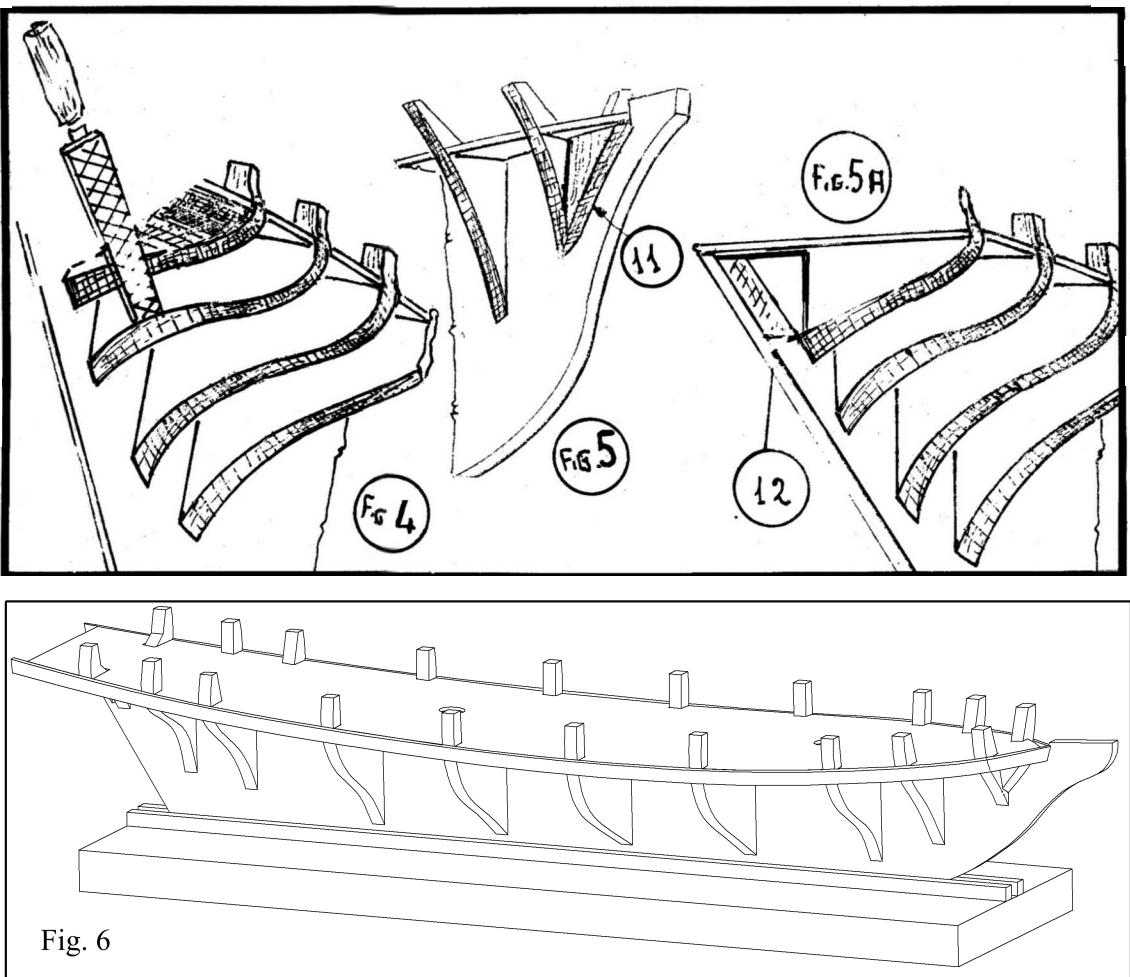
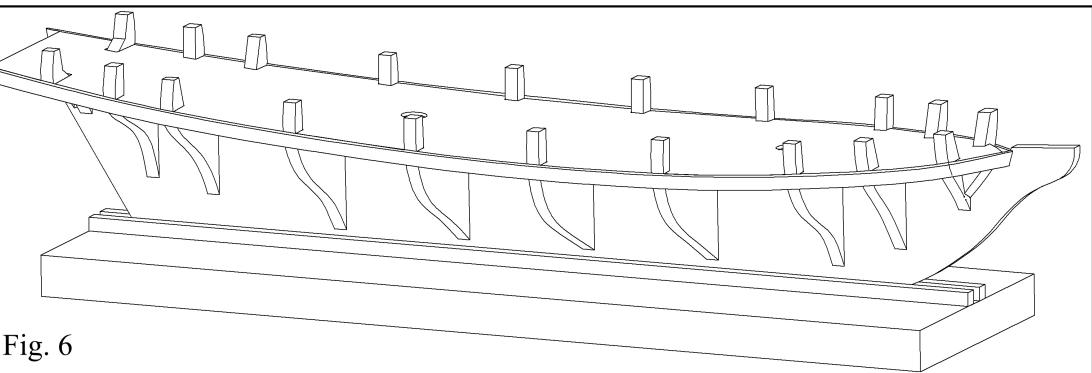

Fig. 4
Fig. 5
3) Aggiustare le ordinate di prua e i relativi appoggi 11 asportando lo spigolo anteriore delle ordinate, senza però toccare il profilo originale corrispondente allo spigolo posteriore fig. 4. Ripetere lo stesso lavoro sulle ordinate di poppa: ora è lo spigolo posteriore che va asportato, tenendo presente che la parte bassa delle ordinate è smussata in maniera accentuata fig. 5. Contrallare il corretto andamento delle linee del fasciame appoggiano un listello sullo scafo in diverse posizioni. Il fasciame è costituito da due strati di listello: il primo di legno teñera, spesso 1,5x4mm. Il secondo strato è formato da listelli più stretti e sottili, di legno pregiato 0,5x4mm. Prima di venire messi in opera i listelli vanno lasciati a bagno per circa mezz'ora al fine di renderli flessibili, vengono poi montati uno per volta alternativamente su un fianco e sull'altro della struttura, così da non provocare deformazioni dello scafo dovute alla tensione dei listelli man mano che si asciugano. Oltre che sulle ordinate, i listelli vanno incollati tra loro e fermati con chiodini piantati solo in parte, in modo da poterli togliere a fasciatura ultimata. Prima di incollare un listello contrallare, appoggiandolo sulle ordinate, che l'andamento sia regolare: può accadere che qualche ordinata "marchi" o sia abbondante. Nei primo caso correggere inserendo sotto il listello dei pezzetti di listello sottile, in caso contrario, ritoccare l'ordinata.
3) Ajuster les couples de proue et les appuis relatifs 11 enlevant l'arête postérieure des couples, sans toutefois toucher le profil original correspondant à l'arête postérieure (fig.4). Repeter la même opération sur les couples de poupe: maintenant c'est l'arête postérieure qui doit être enlevée, tenant compte que la partie basse des couples est arrondie d'une façon accentuée fig.5. Contrôler que les lignes du bord soient correctes appuyant une latte sur la coque en de différentes positions. Le bord est formé de deux couchés de lattes: la première de bois tendre épais de 1,5x4mm. La deuxième formée de lattes plus étroites et subtiles, de bois précieux 0,5x4mm. Avant de les appliquer, faire tremper les lattes pendant une demi-heure afin de les rendre plus flexibles; elles doivent ensuite être montées une à la fois, alternativement sur un flanc et l'autre de la structure, de façon à ne provoquer aucune déformation de la coque, à cause de la tension des lattes à mesure qu'elles séchent. Outre que sur les couples, les lattes doivent être collées entre elles-mêmes et fixées avec des petits clous plantés seulement en partie, de façon à pouvoir les enlever lorsque le bord est achevé. Avant de coller une latte, contrôler en l'appuyant sur les couples, que sa ligne soit régulière; il peut arriver que quelque couple soit trop étroit ou trop large. Il faudra, dans le premier cas corriger insérant sous la latte des pièces de latte subtile, au cas contraire limer le couple.
3) Die Bugspanten und die entsprechenden Stützen #11 durch Entfernen der vorderen Kante in die richtige Form bringen, ohne jedoch das Originalprofil zu verändern, das der hinteren Kante entspricht, Bild 4. Das selbe gilt für die Fleckspanten: hier muß die hintere Kante entfernt werden, wobei bedacht werden muß, daß der untere Teil der Spanten stark abgeschrägt ist (Bild 5). Eine Leiste in verschiedenen Positionen auf dem Rumpf legen und so die korrekte Linienführung der Beplankung überprüfen. Die Beplankung besteht aus zwei Lagen von Leisten: die erste ist aus Weichholz von 1,5x4mm Stärke. Die zweite Lage besteht aus schmaleren und dünneren 0,5x4mm Leisten aus hochwertigem Holz. Vor der Verarbeitung werden die Leisten ungefähr eine halbe Stunde ins Wasserbad gelegt um sie biegsam zu machen. Dann werden sie abwechselnd auf der einen und auf der anderen Seite des Schiffs angeklebt, damit daß sich der Rumpf, aufgrund der Spannung die während des Trocknens der Leisten entsteht, nicht verzieht. Die Leisten werden nicht nur auf die Spanten sondern auch untereinander geklebt. Die Fixierung erfolgt mit kleinen Stiften, die nur ein kleines Stück eingeschlagen werden, damit sie nach dem Beplanken leicht wieder entfernt werden können. Vor dem Kleben jede Leiste auf die Spanten legen und kontrollieren ob die Linienführung stimmt: sollte ein Spant zu schmal sein, dünne Leistenteilchen unter die Leiste legen. Zu breite Spanten etwas abfeilen.